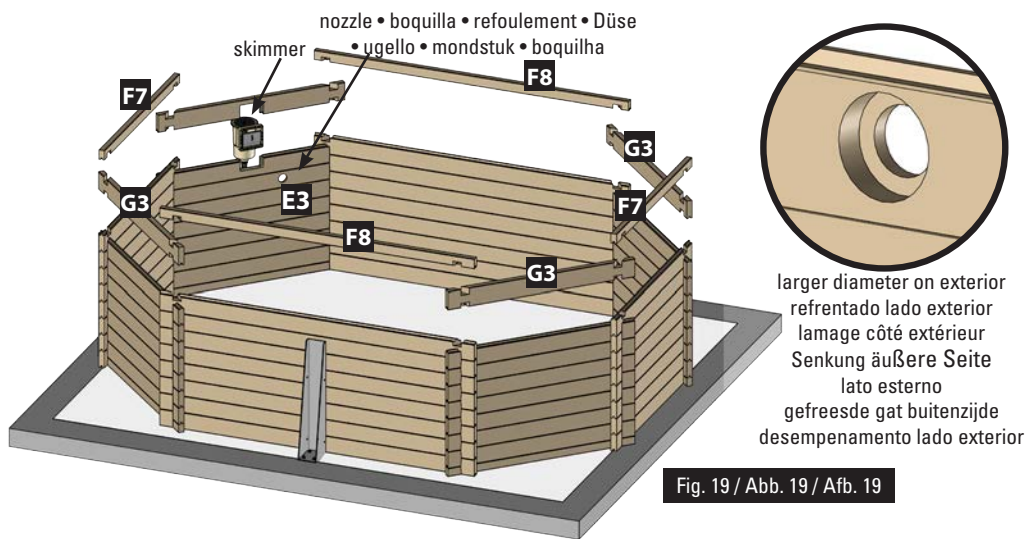

Fig. 19 / Abb. 19 / Afb. 19
- EN Skimmer:** • Place the specific boards of the skimmer facing the prevailing winds. Boards (C3) and (D3) will always be placed over a panel starting by board (B3) (figure 19). • The skimmer will not be stable until the pool is filled. **The skimmer (with its flap) is fitted as the same time as the finishing board.**
- FR Skimmer:** • Placez les madriers spécifiques au skimmer face aux vents dominants. Les madriers (C3) et (D3) se positionnent toujours sur un pan commençant par un madrier (B3) (figure 19). • Tant que le bassin n'est pas rempli, le skimmer ne sera pas stable. **Le skimmer (avec son volet) s'emboîte en même temps que le madrier de finition.**
- NL Skimmer:** • Plaats de planken die specifiek voor de skimmer zijn met het gezicht op de overheersende windrichting. De planken (C3) en (D3) worden altijd op een paneel geplaatst en er wordt begonnen met plank (B3) (afbeelding 19). • Zolang het zwembad niet is gevuld, zal de skimmer niet stabiel zijn. **De skimmer (samen met zijn afsluiter) wordt op het zelfde moment ertussen gezet als de plank voor de afwerking.**